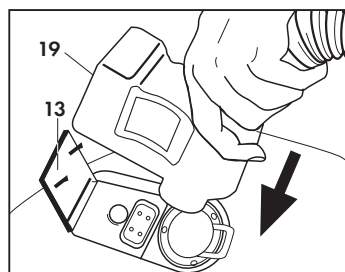

Fig. 6
Chiudere lo sportello della presa accessori (13) sul corpo dell'attacco rapido assicurandosi che i due particolari si aggancino. (Fig. 6)